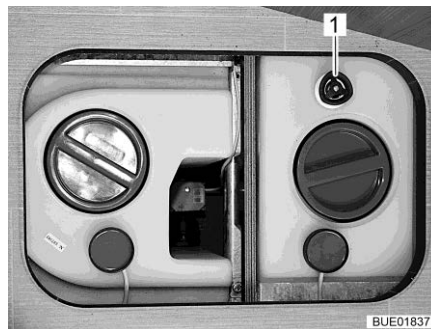

Fig. 195 Serbatoio dell'acqua con maniglia girevole
- Sul serbatoio dell'acqua ruotare la maniglia girevole (Fig. 195,1) in senso antiorario, oltre la resistenza verso l'esterno fino all'arresto, per aprire completamente l'apertura di scarico.